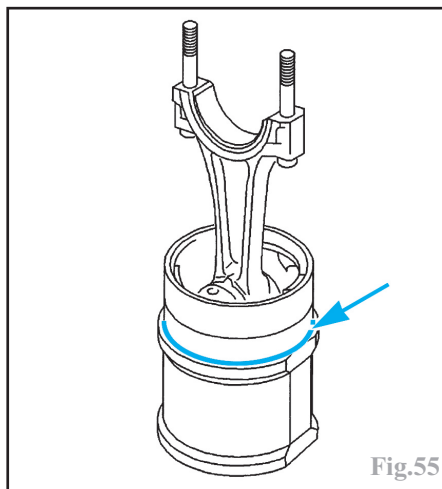

Fig.55
- monter un joint d'embase neuf sur chaque chemise (Fig.55).
S'assurer que les joints d'embase ne soient pas vrillés (Fig.55), que le repère sur les têtes de pistons (Fig.9) soit orienté vers la distribution et que ceux des che-